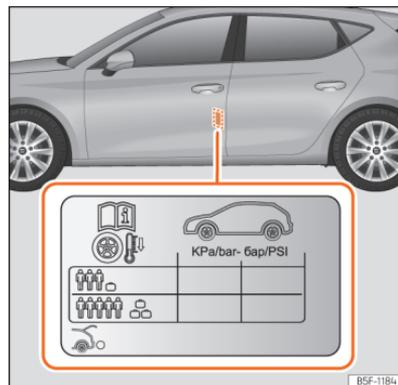

Abb. 233 Einbauort des Aufklebers für den Reifenfülldruck.
- Passen Sie bei größerer Zuladung den Reifendruck entsprechend an »» (Abb. 233).
Die Angaben zum Reifenfülldruck befinden sich auf dem Aufkleber an der Fahrertürsäule »» (Abb. 233).
fülldruck entsprechend dem auf dem Reifenfülldruck-Aufkleber angegebenen maximalen Wert erhöht werden »» (Abb. 233).
Füllen Sie bei einem minimierten Notrad (125/70 R16 oder 125/70 R18) auf einen Druck von 4,2 bar, gemäß Angabe auf dem Aufkleber mit den Reifendruckwerten »» (Abb. 233).
- **Der Fahrer ist verantwortlich für den richtigen Reifenfülldruck an allen Reifen am Fahrzeug. Der empfohlene Reifenfülldruck befindet sich auf einem Aufkleber »» (Abb. 233).**
- **Immer den richtigen Reifenfülldruck am kalten Reifen einhalten, wie auf dem Aufkleber angegeben »» (Abb. 233).**